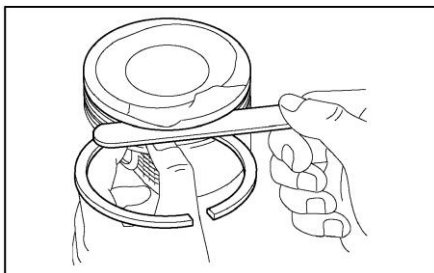

Рисунок II-213
1) Замерьте боковой зазор между новым поршневым кольцом и стенкой канавки при помощи щупа. ((см. Рисунок II-213))